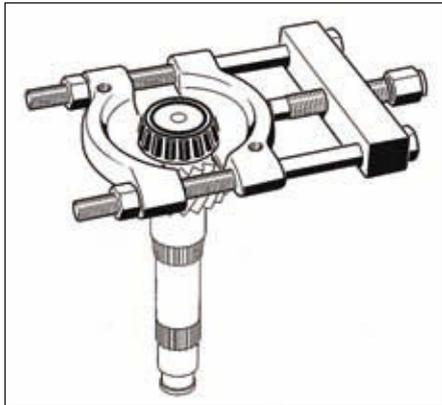

FIG.26
- Déposer le roulement à l'aide d'un décolleur (Fig.26).